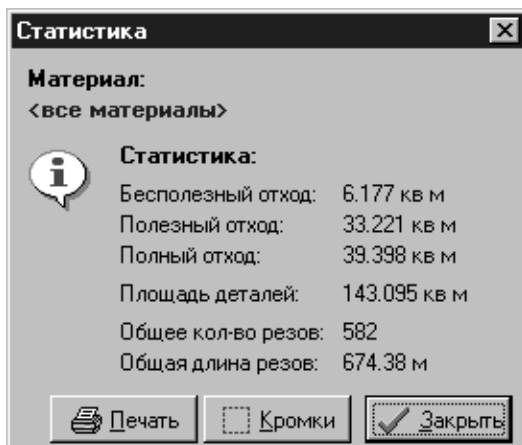

Рис. 9.4. Окно “Статистика”.
По кнопке **Да** непосредственно начинается процесс укладки деталей, по окончании которой выводится полная информация о результатах раскроя (рис. 9.4.).
- Кнопка **Статистика**. Вывод окна статистики по разложению (рис. 9.4.). Информация в этом окне зависит от текущего материала на панели “**Материал**”.